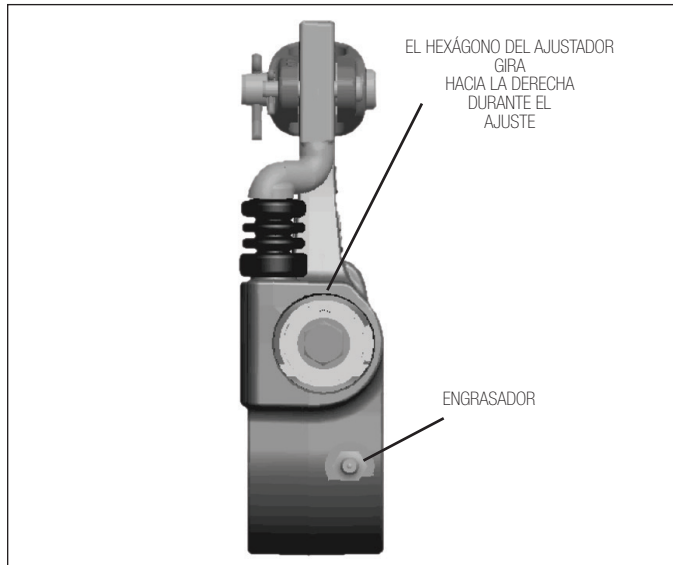

FIGURA 6: PRUEBAS DEL MECANISMO DEL AJUSTADOR
- Con una regla, trace una línea a través de la cabeza hexagonal de ajuste manual y del cuerpo del ajustador de juego libre. (Consulte la figura 6).